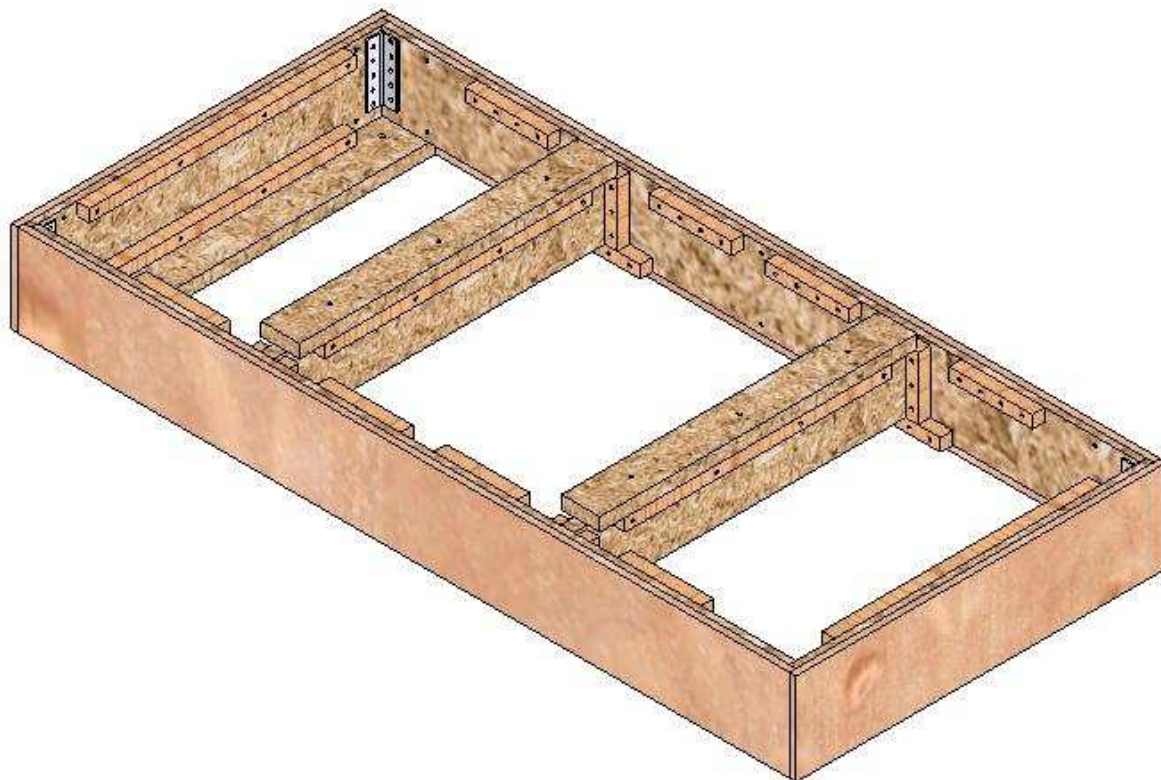

Рисунок 4.19
2. Установите перемычки в стенки короба (рис.4.19). Можете дополнительно закрепить их мебельными уголками. Это придаст коробу жесткость.